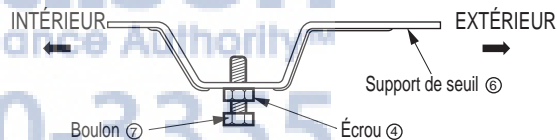

Fig. 3
3. Assemblez le support de seuil © à l'aide des pièces illustrées dans la fig. 3 mais ne les serrez pas. (Fig. 3)